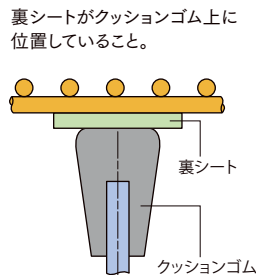
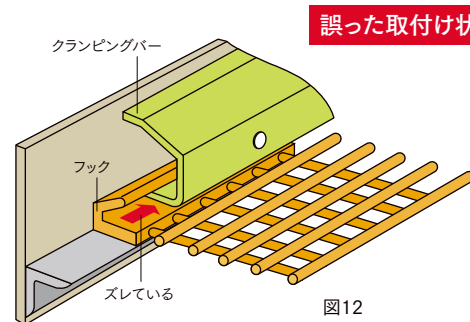

図10
図12
- ①締付けボルトを取付ける場合、張り側のロープは絶対に切断しないでください。
- ②クランピングボルト、締付けボルトはこの段階では仮締めとしてください。
- ③フックとクランピングバーがズレないように取付けてください。(図12)
- ④センターシートがズレないように取付けてください。
- ⑤裏シートがクッションゴム上に位置していることを確認してください。(図10)